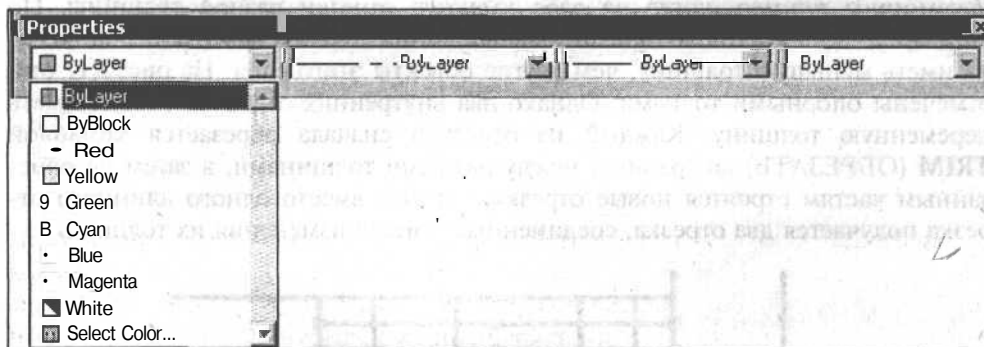
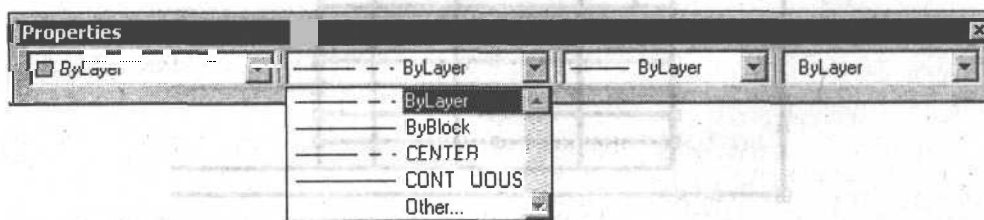
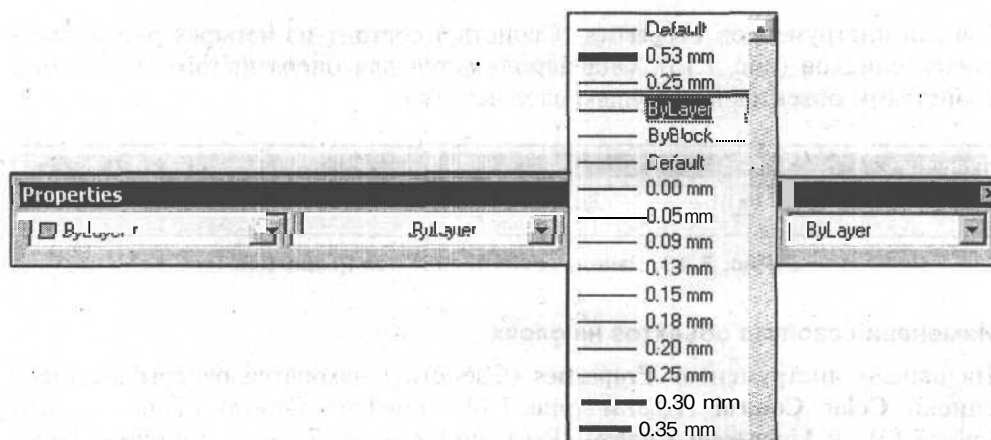

Рис. 7.14. Раскрывающийся список цветов объектов на текущем слое
Рис. 7.15. Раскрывающийся список типов линий
Рис. 7.16. Раскрывающийся список весов линий
На панели инструментов **Properties** (Свойства) находятся раскрывающиеся списки **Color Control** (Цвета) (рис. 7.14), **Linetype Control** (Типы линий) (рис. 7.15) и **Lineweight Control** (Веса линий) (рис. 7.16), с помощью которых можно оперативно изменять цвет, тип и толщину линий объектов, принадлежащих слою.
2. Раскройте выпадающий список **Linewcight Control** (Вес линий) (см. рис. 7.16) на панели инструментов **Properties** (Свойства).